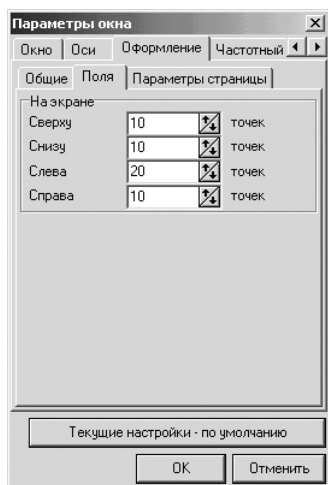

Рис. 1.135. Диалоговое окно **Параметры окна** с открытой вкладкой **Оформление** и вкладкой **Поля**
- щелкните в диалоговом окне **Параметры окна** на открытой вкладке **Оформление** по вкладке **Поля**. Она откроется, см. рис. 1.135;
- установите на вкладке **Поля** нужные вам параметры, например те, которые показаны на рис. 1.135.